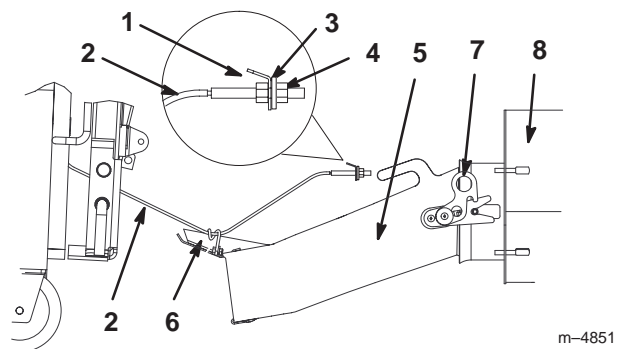

Bild 22
4. Heben Sie den Sitz an, um Zugang zum Ansaugluftkammerzug zu erhalten. Entfernen Sie die Scheibe und Mutter vom Ende des Ansaugluftkammerzugs (Bild 22).